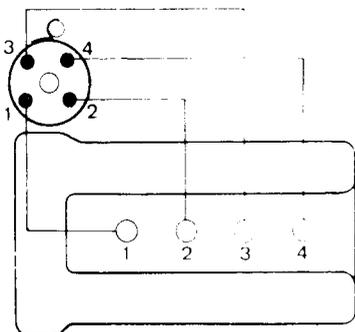

Bild 97
- Verteiler in dieser Stellung einsetzen und festziehen. Nochmals kontrollieren, dass das Stellungsverhältnis zwischen Verteiler und Zylinderblock stimmt. Alle Kabel wieder anschliessen. Falls die Kabel von der Verteilerkappe abgezogen wurden, kann man sie wieder anhand von Bild 97 aufstecken.